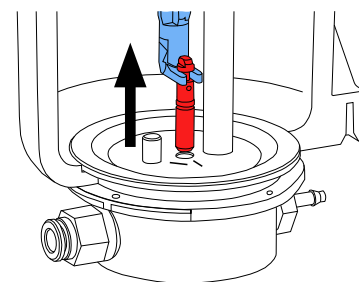

図 11
- 流入ノズルを工具でしっかりと保持して、上に引っ張って下さい (図 11)。